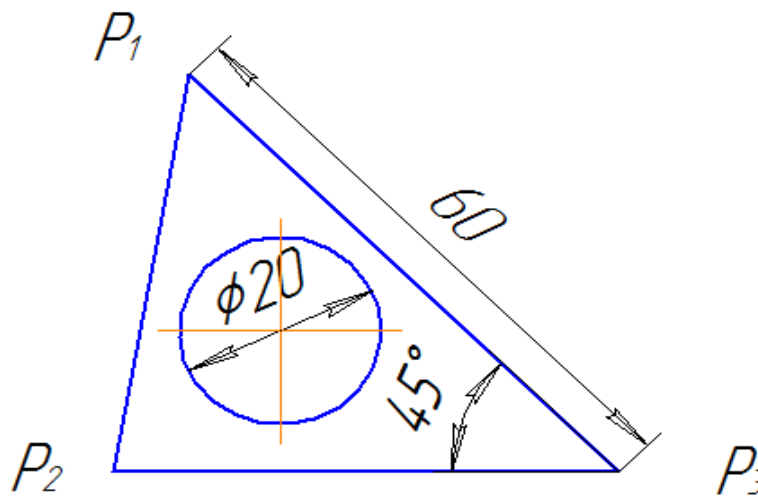

Рисунок 9
11. Задание 2. Постройте фигуру по образцу, используя способы ввода значений в поля **Строки параметров** (рисунок 9). За начало (P1) возьмите **произвольную точку** в первой координатной четверти (например: $x=40, y=70$). Координаты точек P2($x=73, y=15$), P3($x=123, y=15$), отрезок p1-p3 длиной 60 мм и углом наклона - 45° . Завершите построение треугольника, а затем постройте окружность $x=90, y=30$, радиус 10 мм.